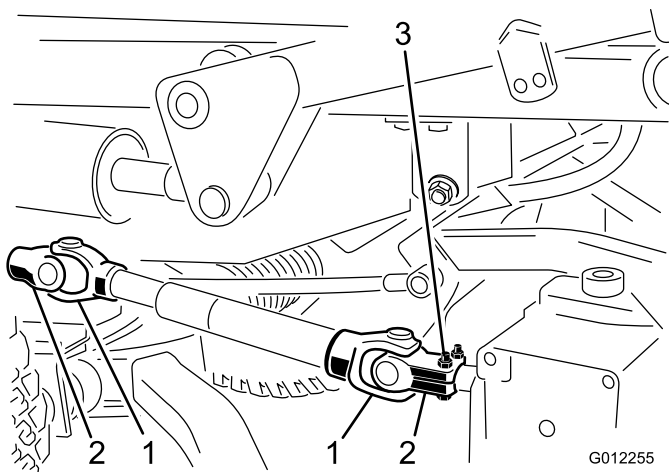

Figura 19
3. Con un taladro, elimine el pasador cilíndrico que sujeta la horquilla del árbol de transmisión al eje primario de la caja de engranajes (Figura 19). Afloje los tornillos de caperuza y las contratueras y retire la horquilla del eje primario. Si la unidad de tracción se va a utilizar sin la unidad de corte, elimine con un punzón el pasador cilíndrico de la horquilla del árbol de la toma de fuerza de la unidad de tracción y retire el árbol de transmisión completo de la unidad de tracción.